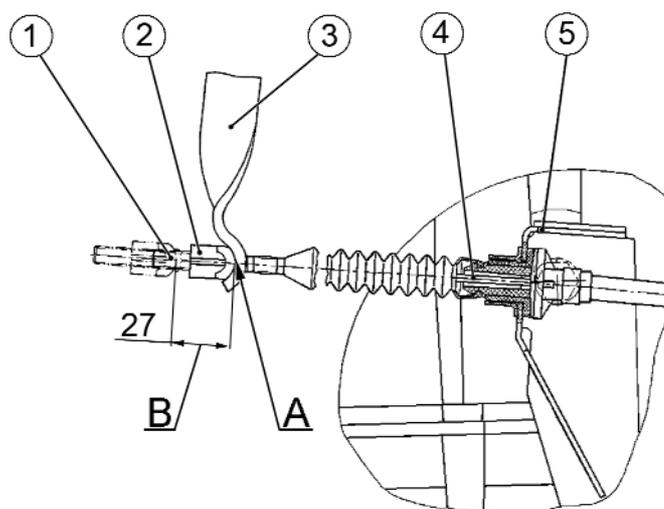

Рисунок 4 - Механизм привода сцепления:
- вывести наконечник 1, рисунок 4, троса привода сцепления из паза рычага 3 вилки выключения сцепления;